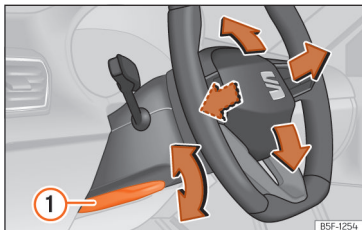

Рис. 62 Важіль у нижній лівій частині рульової колонки.
• Потягніть важіль >>> **рис. 62 ①** униз, оберіть зручне положення керма, підніміть важіль угору до кінця.
• Після регулювання керма піднімайте блокувальний важіль >>> **рис. 62 ①** угору до кінця, інакше рульова колонка може раптово розблокуватися під час поїздки.